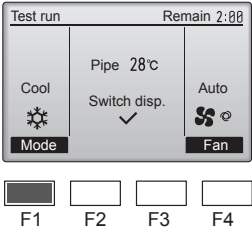

Fig. 7-3
- (1) Premere il pulsante [F1] per cambiare il modo operativo. (Fig. 7-3)